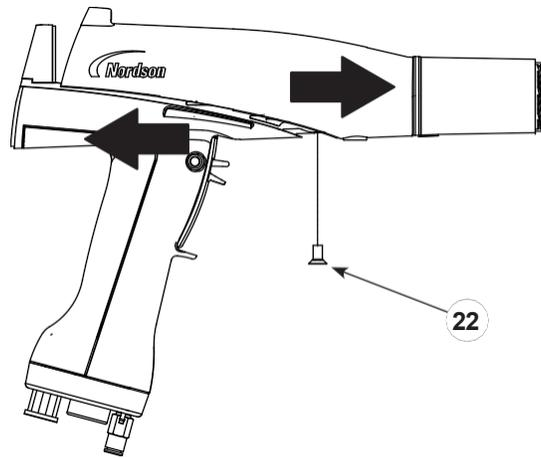

図 13 ハンドルからのガン本体の取り外し
4. 図 13 を参照してください。ガン本体から黒いナイロンネジ (22) を取り外します。